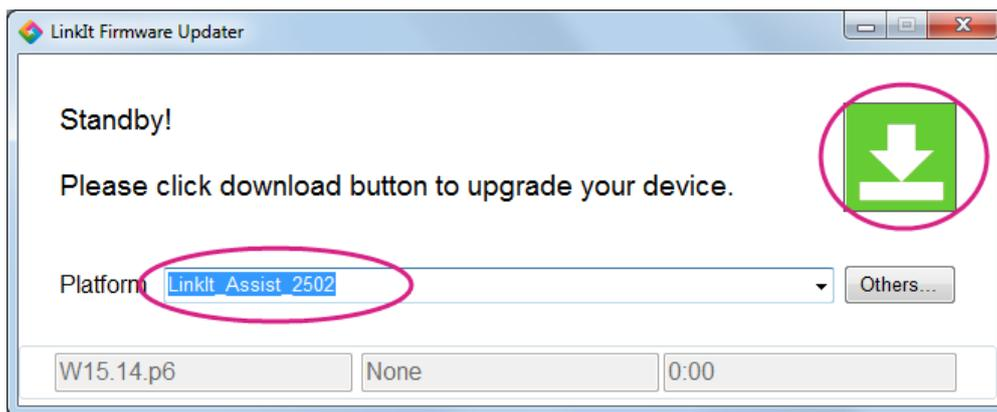

图 13 LinkIt 固件更新开启页面
- 4) 在 LinkIt 固件更新程序窗口里选择对应您的开发板平台。然后单击绿色更新按钮，如图 13。